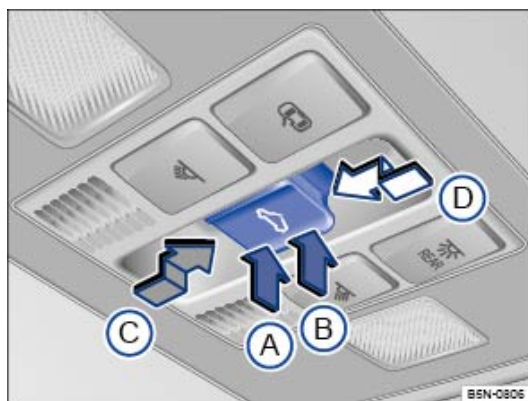

Fig. 66 Dans le ciel de pavillon : touche du toit en verre
- **Relèvement du toit en verre** : poussez la touche → Fig. 66 Ⓑ jusqu'à atteindre la première position. Fonctionnement automatique : poussez la touche Ⓑ jusqu'à atteindre la deuxième position.